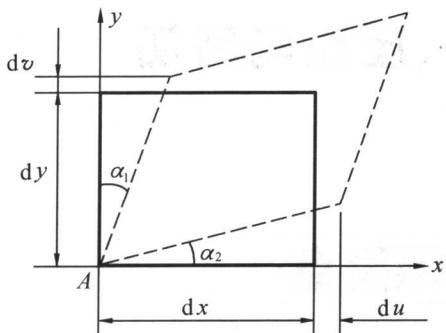

图 1-8
4. 如图 1-8 所示为从构件内 A 点处取出的单元体, 构件受力后单元体的位置用虚线表示, 则称 du/dx 为 _____, dv/dy 为 _____, $(\alpha_1 + \alpha_2)$ 为 _____。